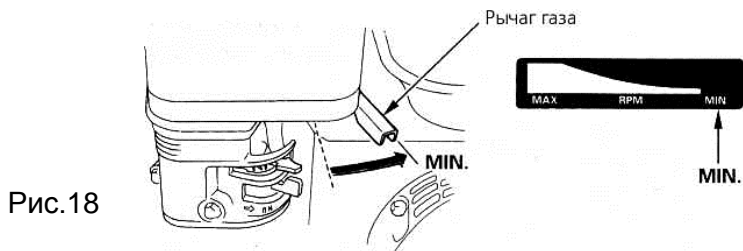

Рис.18
1. Отведите рычаг газа на ручке руля в положение "L" и дайте двигателю поработать на холостых оборотах (см рис. 18).